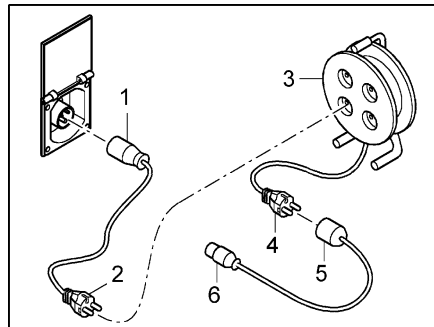

Fig. 178 Possibilità di collegamento a 230 V
- Presa di collegamento CEE 17 con contatto di terra (Fig. 178,1) – spina con contatto di terra (Fig. 178,2)
- Presa con contatto di terra (Fig. 178,3) – spina con contatto di terra (Fig. 178,4)
- Presa di collegamento con contatto di terra (Fig. 178,5) – spina CEE 17 con contatto di terra (Fig. 178,6)